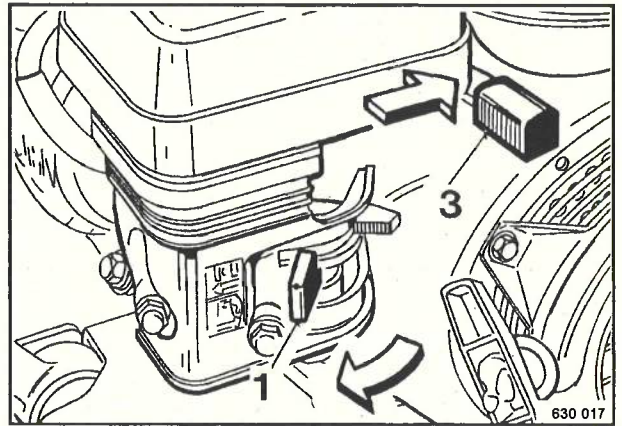

Fig. 1
- Colocar la palanca de aceleración 3 (Fig. 1) en posición de marcha al vacío.